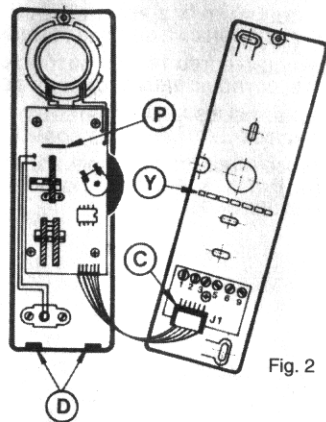

Fig. 2
Nota: Nei precedenti modelli del Portiere Elettrico in cui detta regolazione agisce sul canale di trasmissione verso l'interno, togliere il ponticello P (fig. 2) in ciascun «Viva Voce».
Note: In earlier models of the Electrical Porter where this regulator acts inwards on the transmission channel, remove the P strip (fig. 2) in each «Viva Voce».
N.B.: Dans les anciens modèles de portiers électriques, ce régulateur agit à l'intérieur du canal de transmission. Enlever la bande P (fig. 2) dans chaque «Viva Voce».
Anmerkung: In früheren Ausführungen der Sprechanlage arbeitet dieser Regler im Übertragungskanal. Lösen Sie die P-Leitung (fig. 2) von jedem «Viva Voce».